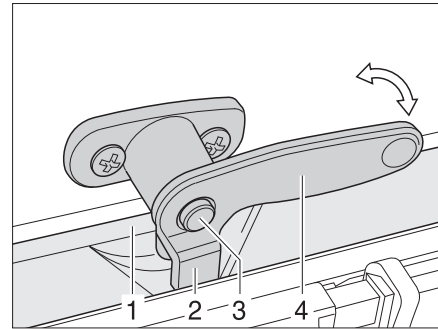

Fig. 72 Leva di serraggio con bottone di sicurezza in posizione "Chiuso"
- Se presente, premere il bottone di sicurezza (Fig. 72,3) e mantenerlo premuto.